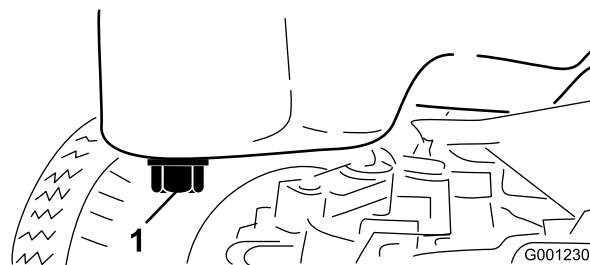

Figura 49
3. Sistemate una bacinella sotto la coppa e in linea con il tappo di spurgo (Figura 49).